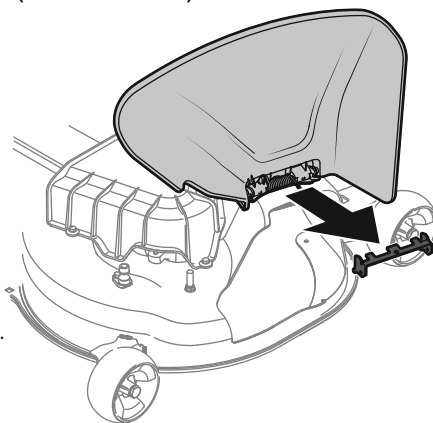

Figura 10
2. Sujete el deflector del canal completamente hacia arriba, extraiga el soporte de tope. Baje el deflector del canal y deseché el soporte de tope. Consulte la Figura 10.